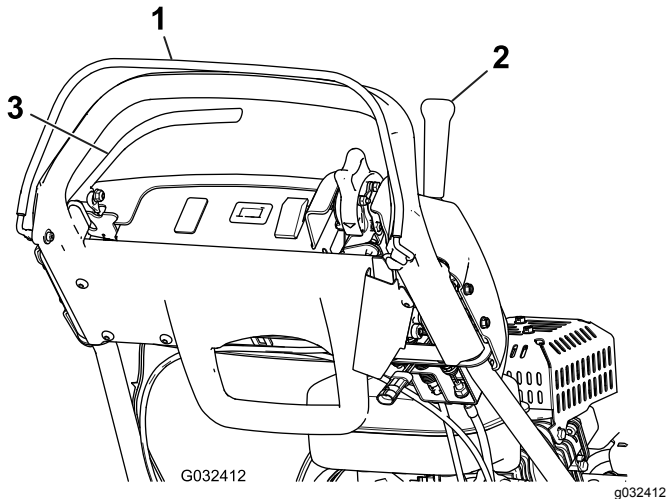

図 29
3. OPC を解除した状態で、走行レバーを入れる図 29。レバーが入らなければ正常。走行レバーが入るのはインタロックシステムの異常であるから修理する。必ず修理してから使用すること 走行インタロックスイッチの整備 \(ページ 31\)を参照。
4. OPC を押し、走行レバーを入れた状態から OPC を解除する図 29。走行レバーが外れれば正常。走行レバーが外れないのはインタロックシステムの異常であるから修理する。必ず修理してから使用すること 走行インタロックスイッチの整備 \(ページ 31\)を参照。
5. OPC を押し、シフトレバーを左に入れた状態から走行・リール回転にセットし、OPC を解除する図 29。走行レバーが外れれば正常。走行レバーが外れないのはインタロックシステムの異常であるから修理する。必ず修理してから使用すること 走行インタロックスイッチの整備 \(ページ 31\)または リールコントロールの調整 \(ページ 35\)を参照。
6. OPC を押し、シフトレバーを左に入れて走行とリール回転を開始し、その状態からシフトレバーを右に操作してリール回転を解除する図 29。リールが解除されれば正常。リールが停止しないのはインタロックシステムの異常であるから修理する。必ず修理してから使用すること リールコントロールの調整 \(ページ 35\)を参照。
2. OPC を握った状態で、走行レバーを入れ、エンジンコントロールを始動位置にして図 29、エンジンの始動を試みる。エンジンが始動しなければ正常。エンジンが掛かるのはスイッチの異常であるから修理する。必ず修理してから使用すること 走行インタロックスイッチの整備 \(ページ 31\)を参照。
2. 走行レバーを解除した状態とし、常用ブレーキを掛けた状態とし、エンジンコントロールを始動位置にして図 29、エンジンの始動を試みる。エンジンが始動すれば正常。エンジンが掛からないのはスイッチの異常であるから修理する。必ず修理してから使用すること ブレーキインタロックスイッチの整備 \(ページ 32\)を参照。
3. エンジンを始動させ、常用ブレーキ駐車ブレーキではなくを掛け、OPC を押した状態から走行レバーを入れる図 29。機体が走行しようとするが、エンジンは停止しない。エンジンが停止するのはスイッチの異常であるから直ちに修理する。必ず修理してから使用すること ブレーキインタロックスイッチの整備 \(ページ 32\)を参照。
4. エンジンを始動させ、駐車ブレーキラッチを掛け、OPC を押した状態から走行レバーを入れる図 29。エンジンが停止すれば正常。エンジンが停止しないのはスイッチの異常であるから修理する。必ず修理してから使用すること ブレーキインタロックスイッチの整備 \(ページ 32\)を参照。